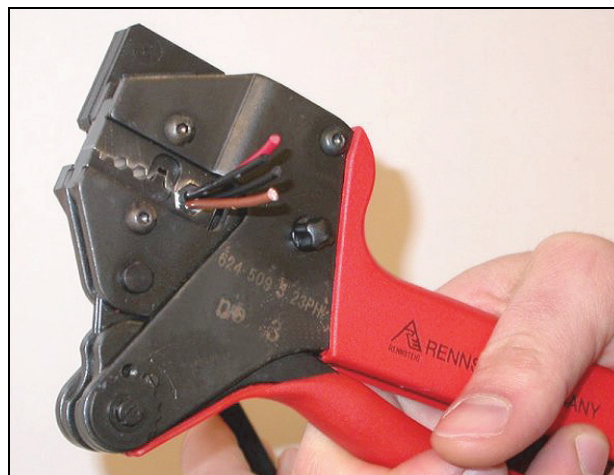

figure 30.9: Sertissage de la bague
- 7 Sertissez la bague sur la gaine extérieure à l'aide de la pince à sertir (outil 3, voir figure 30.9). La bague de sertissage empêche le câble de tourner à l'intérieur du connecteur.